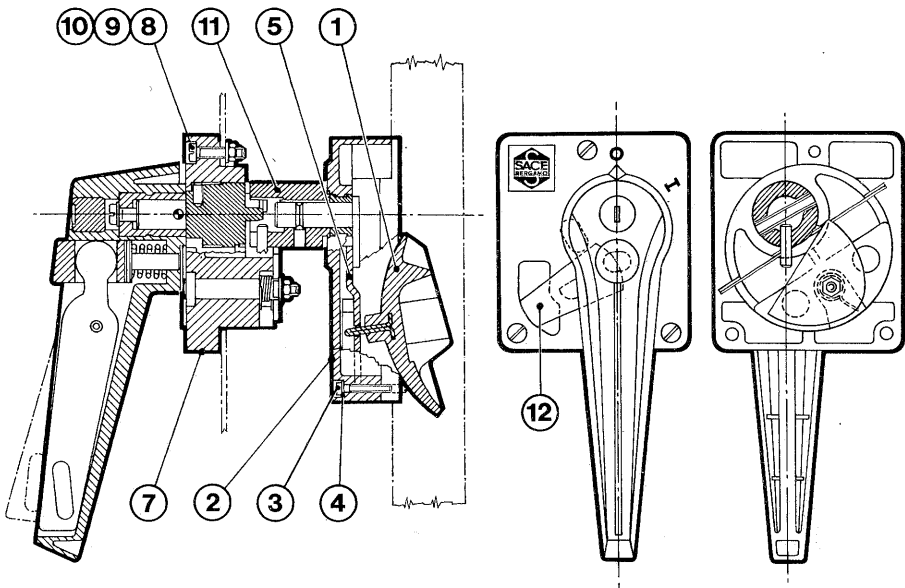

Fig. 32
9.8.1. Applicazione comando a maniglia rotante ad albero prolungato a distanza fissa (fig. 32)
- smontare il coperchio dell'interruttore (§ 5.2.) e sostituire la maniglia normale con quella speciale (1) compresa nella fornitura
- montare il gruppo di rinvio (2) mediante le viti (3) con le rosette (4) sull'interruttore, curando che l'inserto metallico della maniglia (1) alloggi nella cava della leva (5)